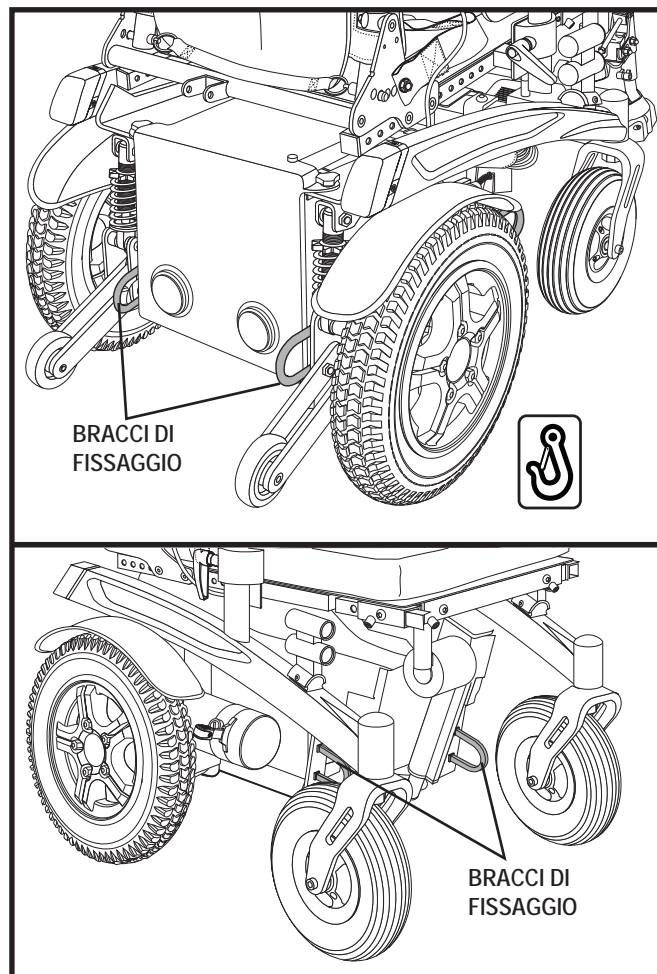

Figura 5. Bracci di fissaggio del sistema di transito
- Unire le quattro fascette di fissaggio solamente ai punti appositamente studiati e contrassegnati per il transito, indicati da simboli ad ancora sulla Carrozzina. **Vedere figura 5 e 6.** Stringere la fascette in modo da eliminare qualunque allentamento.